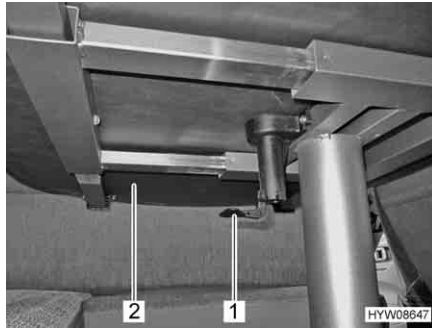

Fig. 50 Leva per spostare il piano del tavolo
- Tirare o spingere la leva (Fig. 50,1) verso il basso.
- Spingere il piano del tavolo (Fig. 50,2) nella posizione desiderata.